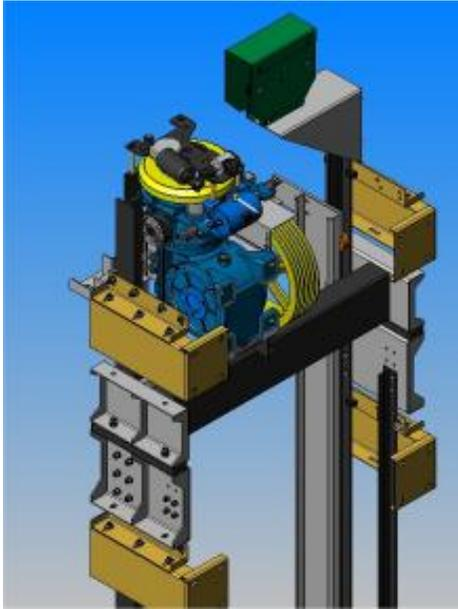

Fig. 1
Paso 1. Colocación de la parte alta del limitador. El limitador se coloca sobre una de las guías (Ver Fig. 1). Se apoya a partir de la pieza de soporte (Fig. 2).